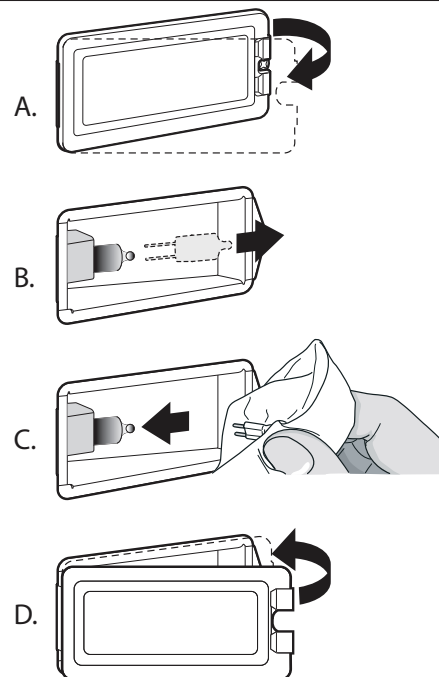

Figura 27: Ubicación de la abertura
3. Inserte un destornillador plano entre la atadura de fijación y la caja protectora (Figura 27, A).
6. Quite la tapa de la lente de vidrio y la atadura de fijación (Figura 27, B).
8. Tire hacia abajo para instalar la bombilla correctamente (Figura 27, C).
9. Instale la lente de protección en la atadura del soporte y empuje la otra extremidad hasta que la atadura de fijación se enganche a la caja protectora (Figura 27, D).